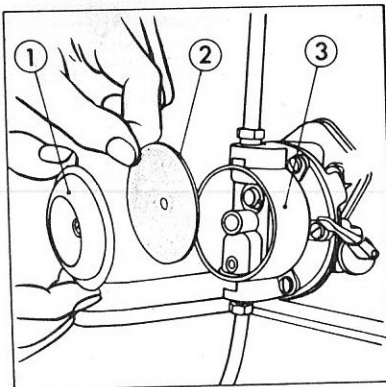

Fig. 21
2. Dévisser le boulon central et déposer le couvercle ainsi que la membrane pulsatrice (Fig. 21).